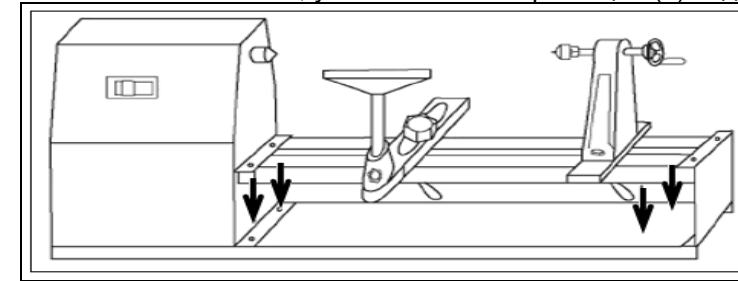

Рис.3.
8.2. Необходимо закрепить станок на верстаке (рабочем столе). Разметьте место установки станка на верстаке. Просверлите 4 сквозных отверстия Ø 8 мм в верстаке. Совместите отверстия на основании станка и верстаке, закрепите станок при помощи 4 болтовых соединений (не входят в комплект поставки), Рис.3.